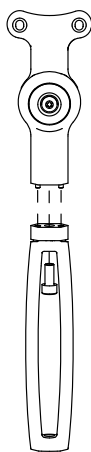

图 4
4. 用定位销将更换的支架腿放置于底座合适的位置上。见图 4。
5. 使用图 4 所示的 5 mm 六角扳手转紧提供的新紧固件 (M6 x 14)，将支架腿部顶端固定在底座上。扭转紧固件，力矩为 **6.0 N·m (53 in·lbf)**。